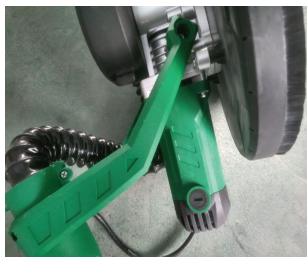

Fig.13
- Folosiți șurubelnița pentru a deschide capacul periei de cărbune și scoateți peria uzată. (Fig.13).